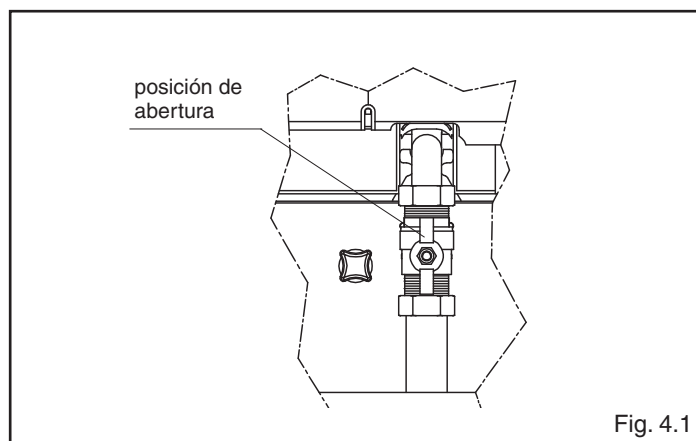

Fig. 4.1
- abrir la llave del gas para permitir el flujo del gas (fig. 4.1)